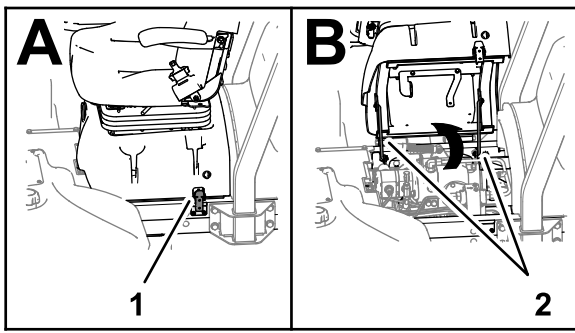

Figura 4
Desenchufe siempre los conectores de alimentación antes de trabajar en las unidades de corte (Figura 4).
1. Desenganche la base del asiento, incline el asiento y la base para abrirlos, y coloque las varillas de sujeción (Figura 4).